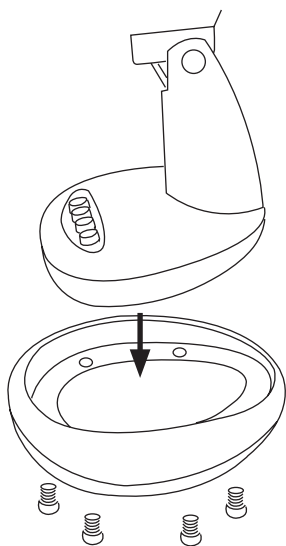

Fig.2
- El aparato dispone de una base antideslizante que soporta el producto. (U).
- Coloque la base sobre el cuerpo del aparato mediante los tornillos. (Fig. 2).